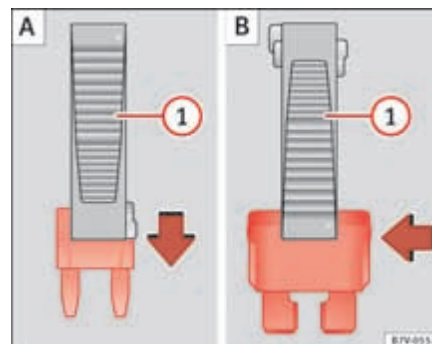

Abb. 199 Sicherung entnehmen oder einsetzen.
- Bei *kleinen Sicherungen* Klammer von oben aufstecken ⇒ Abb. 199 **A**.
- Bei *größeren Sicherungen* Klammer seitlich auf die Sicherung schieben ⇒ Abb. 199 **B**.